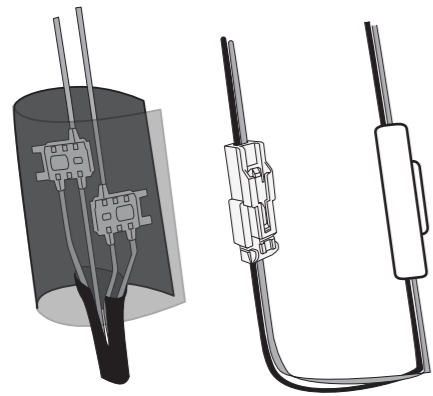

図 1
6. 作動確認が完了したら接続したタップとコネクタを⑦保護シートで包んでください。(図1)